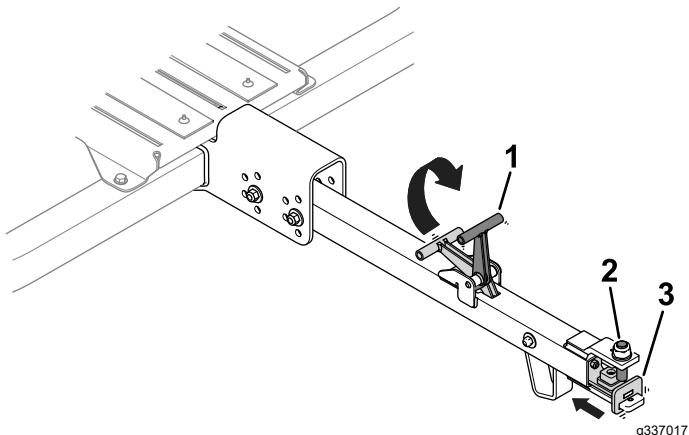

Figure 26
1. Levez la poignée du timon (Figure 26).